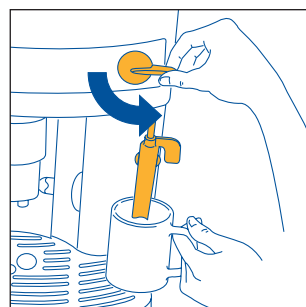
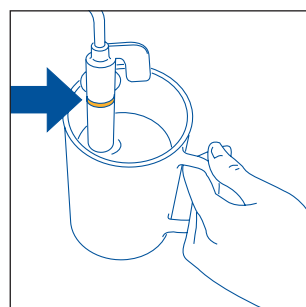

Fig.23
Fig.24
- Sumerja el emulsionador en el recipiente de la leche (fig. 23) teniendo cuidado de no sumergir la línea en relieve en el emulsionador (indicado con la flecha de la fig. 24). Gire el mando vapor media vuelta en el sentido contrario de las agujas del reloj hasta el tope (tenga cuidado de no quemarse). Por el emulsionador sale el vapor que da un aspecto cremoso a la leche y aumenta su volumen. Para obtener una espuma más cremosa, sumerja el emulsionador en la leche y dé vueltas al recipiente con movimientos lentos partiendo de abajo hacia arriba. (Le aconsejamos no dejar salir vapor durante más de 2 minutos seguidos).